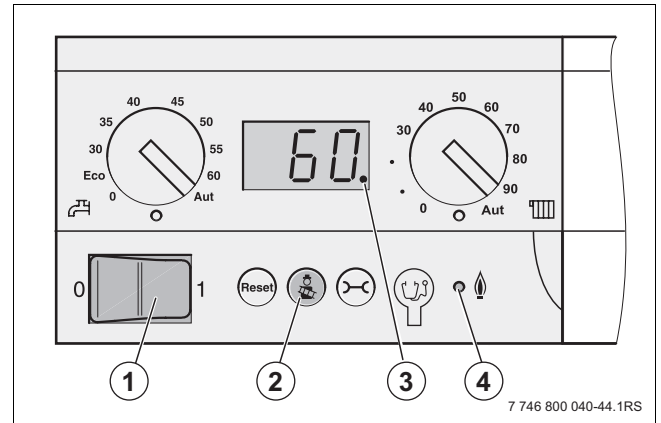

Fig. 64 Pannello di servizio del dispositivo di controllo di base
- ▶ Posizionare l'interruttore di esercizio (→ fig. 64, [1]) nel pannello di servizio del dispositivo di controllo base su "0" (Off).
- ▶ Posizionare l'interruttore (→ fig. 64, [1], pag. 45) nel pannello di servizio del dispositivo di controllo base su "0" (Off).